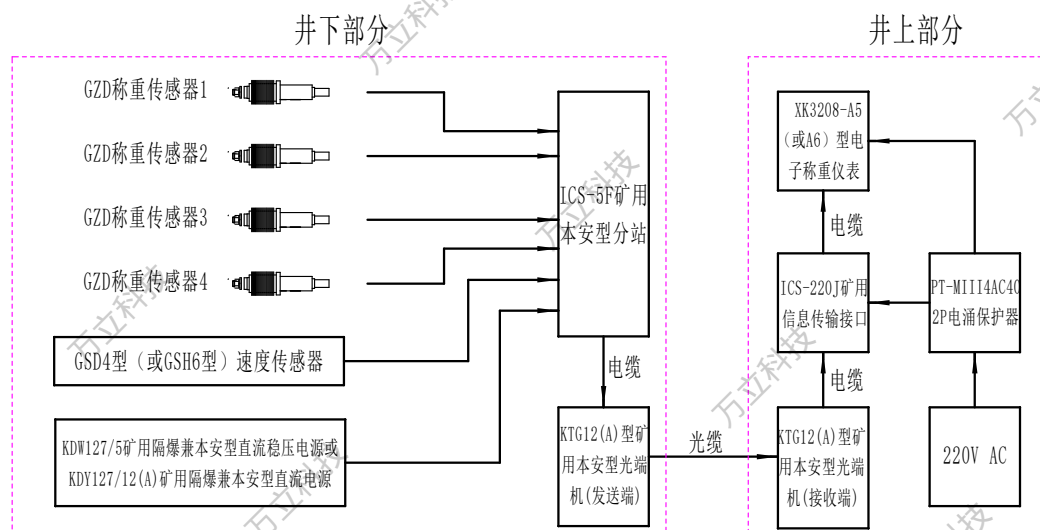

图 2 数据通过光缆传输至井上使用的电子皮带秤系统
2.2.1 使用 ICS-5F 矿用本安型分站（见图 2 和表 1-2）